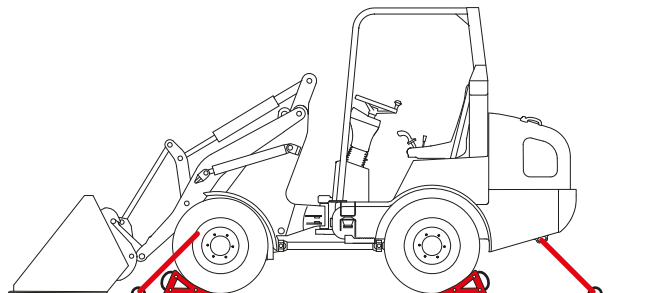

Fig.159
4. Fastsur køretøjet som vist i *Fig. 159*.